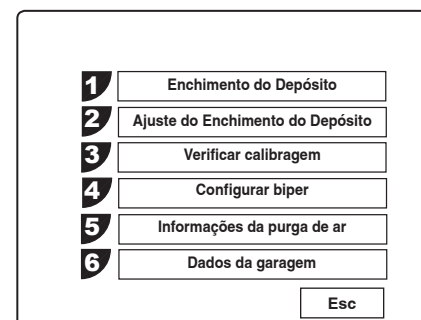

Figura 13
1. Seccione **AJUSTE DE ENCHIMENTO DO DEPÓSITO** no menu de Configuração. Veja a Figura 13.